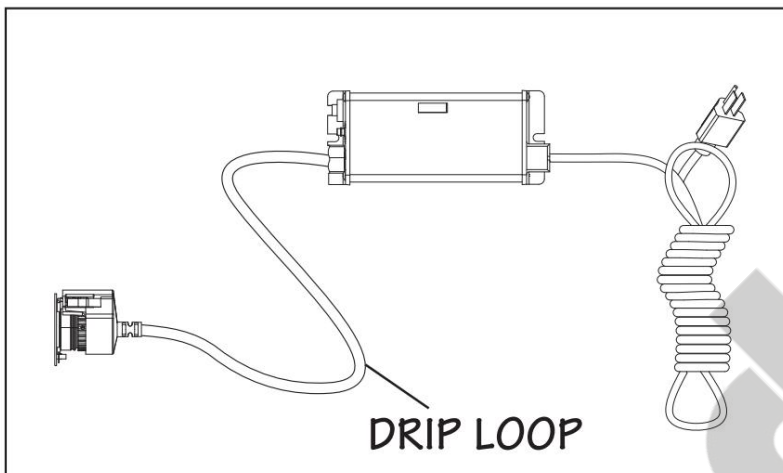

Abbildung 6 Tropfschleife
- Der Controller sollte entweder über oder neben der Kammer montiert werden. Montieren Sie den Controller immer horizontal, um zu verhindern, dass Feuchtigkeit an den Kabeln herunterläuft und eine Brandgefahr entsteht. Es wird dringend empfohlen, Tropfschlaufen in allen an den Controller angeschlossenen Kabeln anzubringen. Siehe Abbildung 6.
4. Montieren Sie den VIQUA ICE-Controller horizontal an der Wand in der Nähe der Kammer. Platzieren Sie den Controller idealerweise über dem Kammer und weg von jedem Wasseranschlusspunkt, um zu verhindern, dass Wasser durch ein Leck an einem Anschlusspunkt oder ein „Schwitzsystem“ in den Controller gelangt. Stellen Sie sicher, dass Sie eine „Tropfschleife“ wie in Abbildung 6 gezeigt an Lampe, Sensor und Netzkabel einplanen, um zu verhindern, dass Wasser in den Controller gelangt.